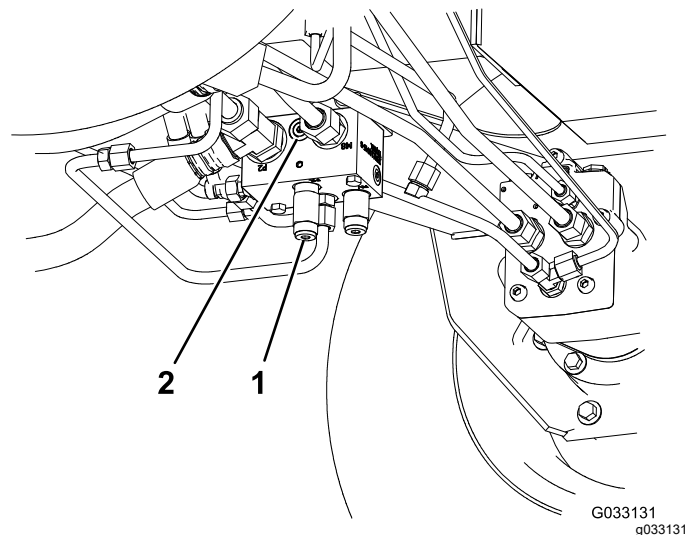

図 62
1. 後部走行マニホールドのポート M8 と P2 との間にあるマークなしのポートに故障診断用フィッティングを取り付ける 図 62。